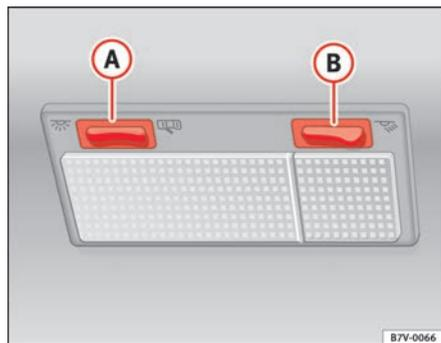

Fig. 74 Revestimiento interior del techo: iluminación interior y de lectura de la parte delantera
El mando basculante ⇒ fig. 74 (A) de las luces interiores tiene las siguientes posiciones: encendido permanente ☰, conexión por contacto de puerta ☰ y apagado.
La luz de lectura del acompañante se enciende y se apaga con la tecla ⇒ fig. 74 (B).